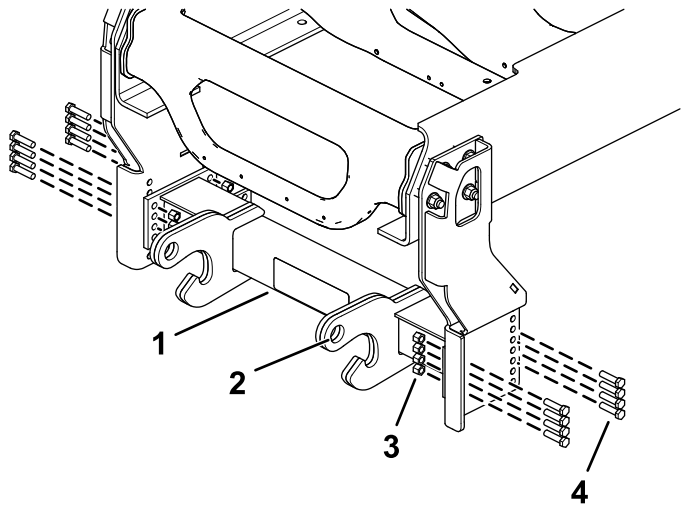

Figura 2
- La distancia entre el suelo y los centros de los taladros de los pasadores de enganche de la viga de empuje debe ser de 42 cm (16½"), como se muestra en la Figura 2.
- Sujete provisionalmente la viga de empuje a las placas laterales usando 16 pernos (½" x 2") y 16 tuercas (½"), como se muestra en la Figura 2.